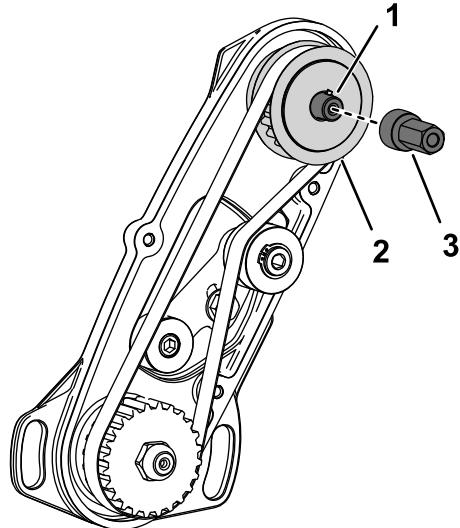

図 8
4. 駆動プーリが動かないように押さえながら、リール駆動シャフトに駆動ハブを取り付ける**図 8**。